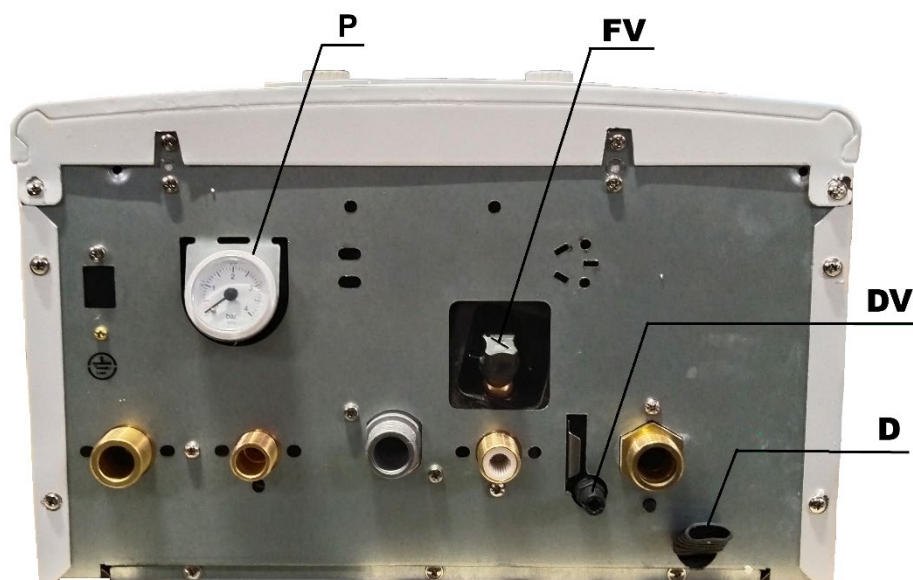

Рис. 12. Вид на котёл снизу
- Постепенно открывайте кран заполнения **FV** (рис.12);
- После удаления воздуха из системы отопления, продолжайте подпитку и отслеживайте давление по манометру **P**. (рис.12). При установлении давления равном 1,5 бар, подпитку прекратить.
При необходимости, опорожнение котла производится через сливной кран DV (рис.12). Кран открывается путём проворачивания его, за шестигранный выступ, против часовой стрелки. Для избегания брызг, на «ёрш» крана можно одеть трубку подходящего диаметра.